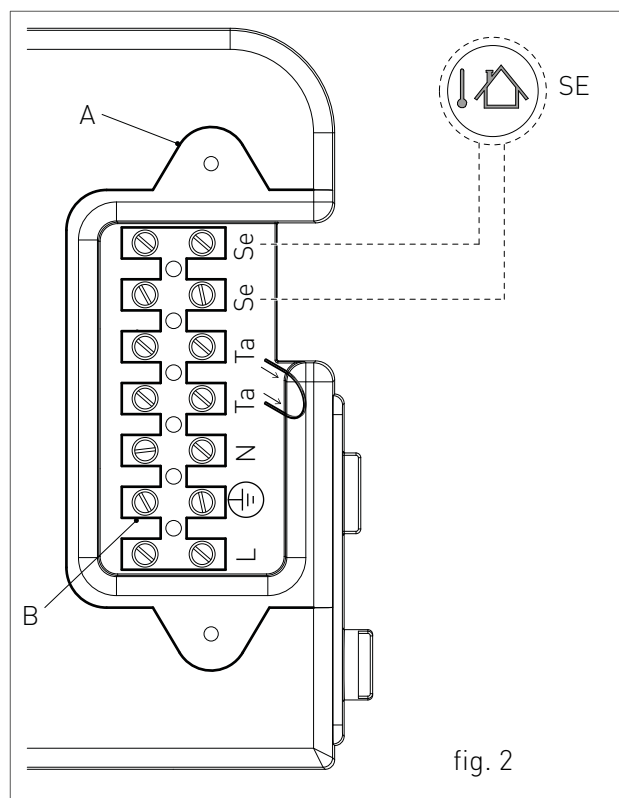

fig. 2
- > rimuovere il mantello frontale della caldaia (vedi capitolo ACCESSO ALLA CALDAIA); svitare le due viti e rimuovere il piastrino "A" (vedi fig. 2).
- > Una volta rimosso il piastrino effettuare i seguenti collegamenti sulla morsettiera "B" (vedi fig. 2):